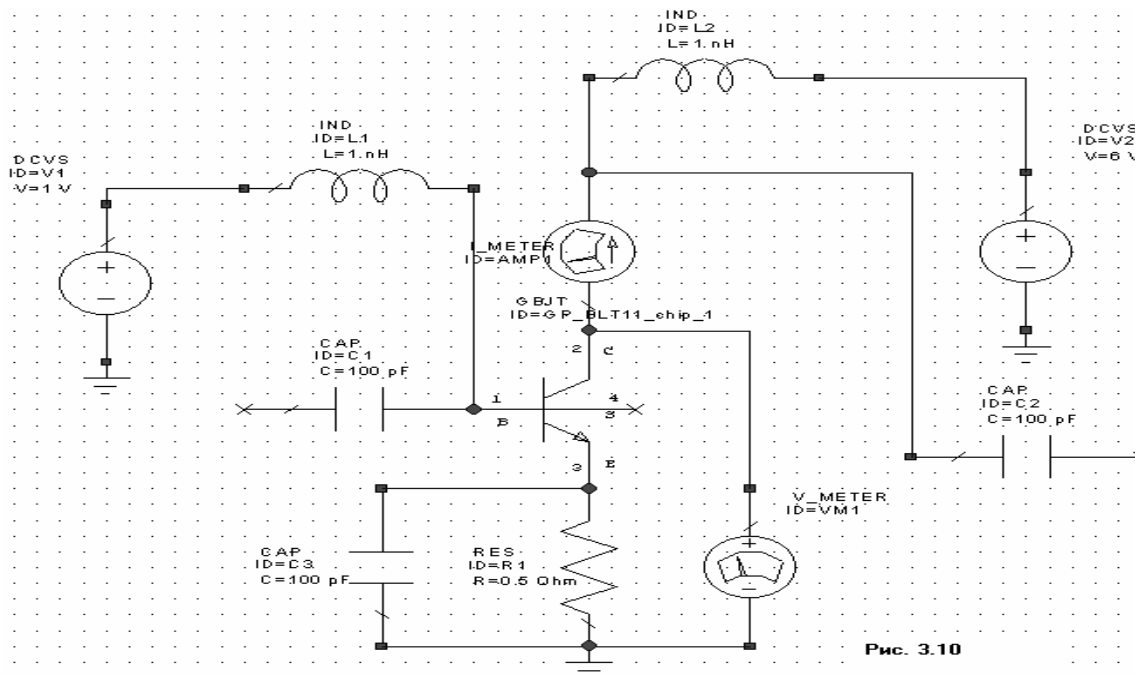

Рис. 3.10
5. Дважды щёлкните левой кнопкой мышки по группе **Lumped Element** (Сосредоточенные элементы), чтобы развернуть её. Щёлкните левой кнопкой мышки по подгруппе **Capacitor** (Конденсаторы) в дереве **Lumped Element**. Доступные модели конденсаторов отображаются в нижней части левого окна. Нажмите левой кнопкой мышки на модель **CAP** и, не отпуская кнопки мышки, перетащите её в окно схемы. Отпустите кнопку мышки, позиционируйте элемент на клемме **1** транзистора **GBJT**, как показано на рис. 3.10, и щёлкните левой кнопкой мышки, чтобы зафиксировать элемент.
7. Щёлкните левой кнопкой мышки по элементу **CAP C1** в окне схемы. Нажмите клавиши **Ctrl+C** и затем **Ctrl+V**, чтобы скопировать и вставить элемент. Позиционируйте новый элемент **CAP** справа от схемы, как показано на рис. 3.10 и щёлкните левой кнопкой мышки, чтобы зафиксировать элемент.
9. Щёлкните левой кнопкой мышки по элементу **CAP C1** в окне схемы. Нажмите клавиши **Ctrl+C** и затем **Ctrl+V**, чтобы скопировать и вставить элемент. Позиционируйте новый элемент **CAP** слева от **RES R1**, как показано на рис. 3.10, щёлкните правой кнопкой мышки, чтобы повернуть его и затем щёлкните левой кнопкой мышки, чтобы зафиксировать элемент.